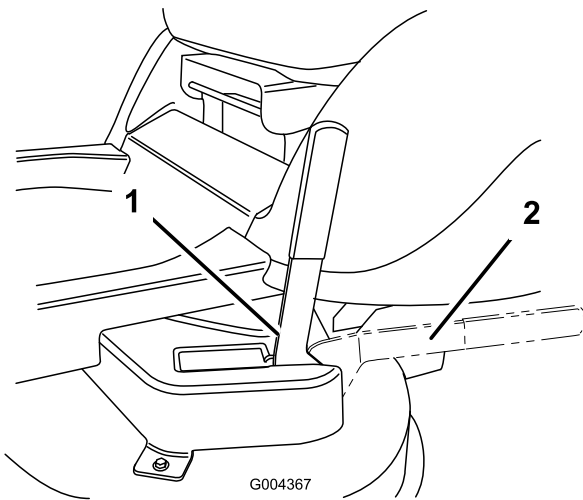

Bild 15
3. Stellen Sie den zuschaltbaren Recyclehebel (Bild 15) auf die gewünschte Stellung: